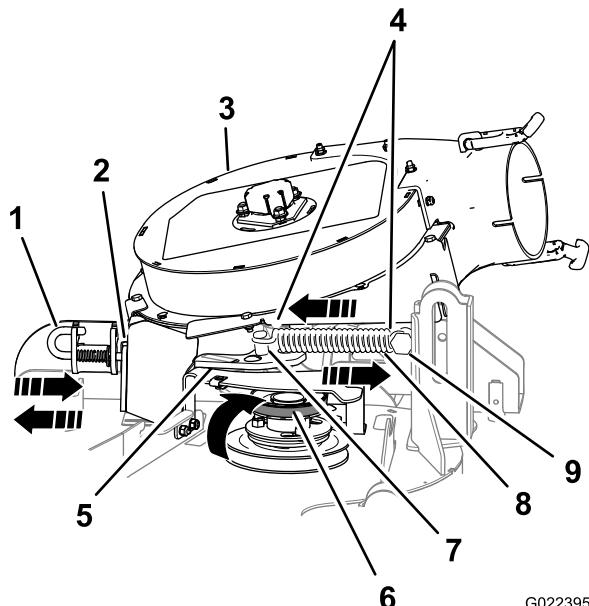

図 8
1. 固定されているスプリングポストから、スプリング付きアイドラプーリを引き離し、アイドラプーリからベルトを外す(図 8)。
2. アイドラピボット・ブラケットを固定スプリングポスト側に移動させる。アイダラスプリング・ポストからスプリングのフック部を外す(図 8)。
5. ブロアのラッチピンをオープン位置にして、ブロアを外側に向ける(図 8)。
- プロアラッチのピンを開いて、プロアをデッキ側に回し、ラッチのピンをシートブラケットに固定する（図 8）。
- アイドラ/テンションプーリを、固定スプリングポスト側に倒して、スプリングのフックをアイドラスプリングポストに取り付ける（図 8）。